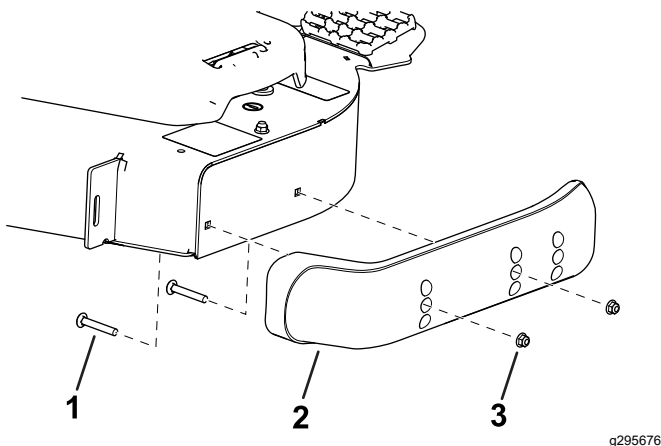

Figure 13
3. Placez le patin à la position voulue et fixez-le à l'unité de coupe avec les boulons à embase et les écrous (Figure 13).